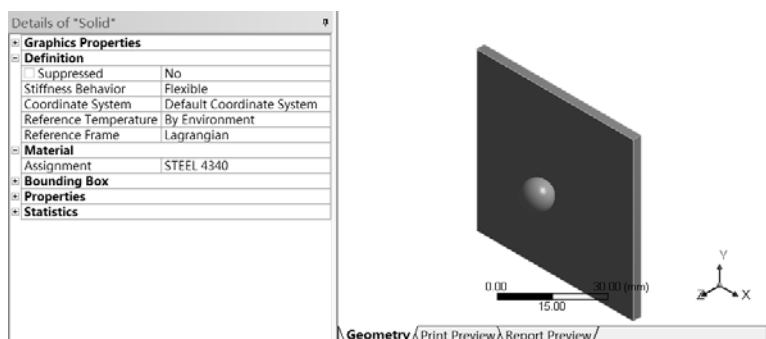

图 15-8 为圆球添加材料
3) 单击参数列表中“Material”选项下“Assignment”黄色区域后的 ，会出现设置的材料，选择“STEEL 4340”即可将其添加到模型中，如图 15-8 所示。此时树结构图“Geometry”前的 ? 变为 ，表示材料已经添加成功。